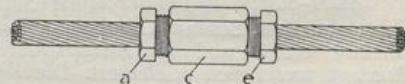

Fig. 4
3. Man schiebt hierauf die Muttern a und e nach den Kabelenden zu und schraubt die so vorgerichteten Enden mit der Hand soweit wie möglich in die Muffe c ein. (Fig. 4.)